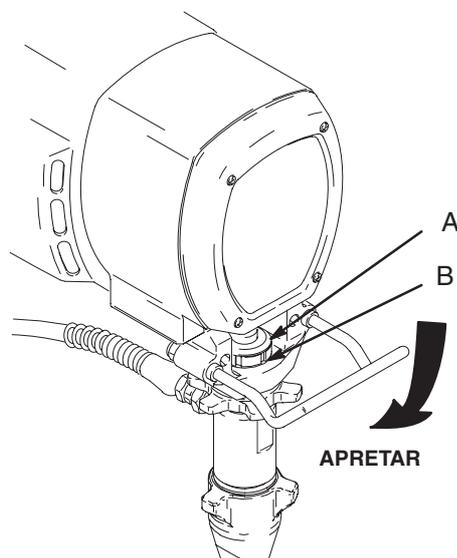

Fig. 6
1. Revise diariamente la tuerca prensaestopas (A). Primero libere la presión. Mantenga siempre la tuerca prensaestopas llena de líquido de sellado TSL para impedir que se acumule material en la varilla del pistón, lo que provocaría un desgaste prematuro de las empaquetaduras. Vea la Fig. 6.